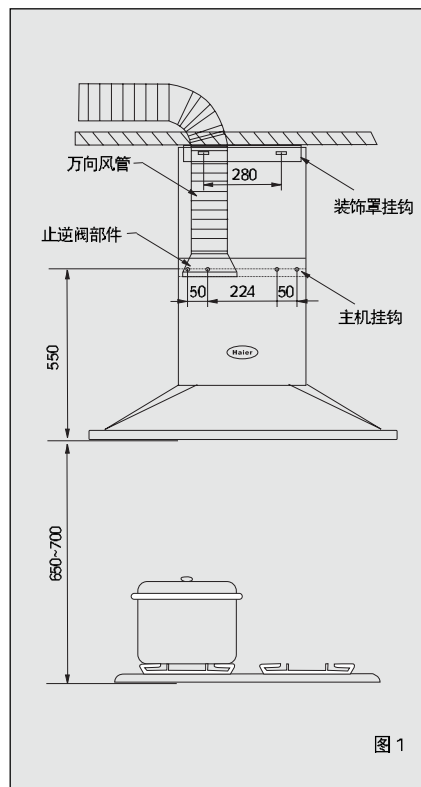

图1
1. 按图1尺寸在灶具上方坚实的地方确定冲击钻 钻孔位置。冲击钻配上Φ8的冲击钻头,在钻孔位置上钻出4个直径为8mm,深为50mm的孔(间距分别为224mm和324mm),在四个打孔处安装膨胀螺栓,固定主机挂钩,旋入木螺钉拧紧。
2. 根据实际情况确定内装饰罩的高度,按图1尺寸在安装吸油烟机位置正上方坚实的地方确定冲击钻钻孔位置(间距为280mm)。在钻孔位置上钻出2个直径为8mm,深为50mm的孔,牢固埋设膨胀管,将装饰罩支架固孔对准膨胀管,旋入木螺钉拧紧。
将止逆阀部件与密封垫圈置于主机的出风口处,用8个M4x20的十字槽扁盘头螺钉紧固。将万向风管插入止逆阀座的槽内,并用2个ST3x8的螺钉紧固于止逆阀部件上(图1)。
2. 将装饰罩放置于主机出风口处,注意装饰罩下部与外罩顶部周边相吻合,根据实际情况确定内装饰罩的高度并固定装饰固定架后,将内装饰罩固定在固定架面(图1)。